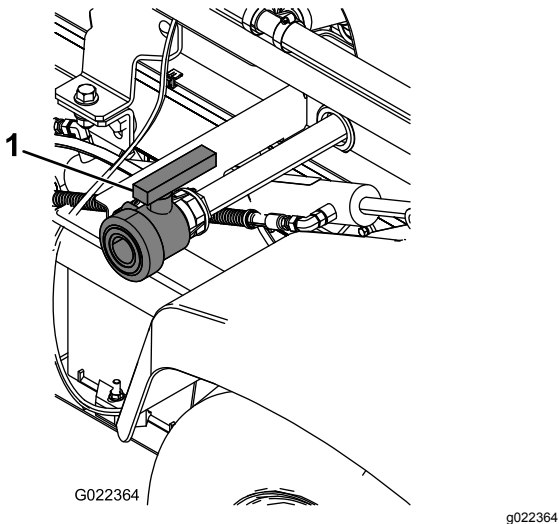

Figura 72
2. Localice la válvula de vaciado del depósito situada en el lado izquierdo de la máquina (Figura 72).